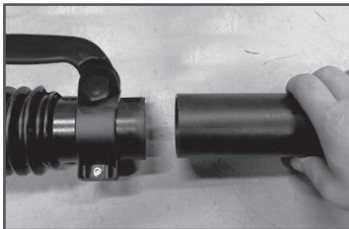

Рис. 6 Установка трубы напорной
3. Вставьте трубу напорную гладким концом в гибкую трубу на глубину гладкого участка гибкой трубы (Рис. 6).